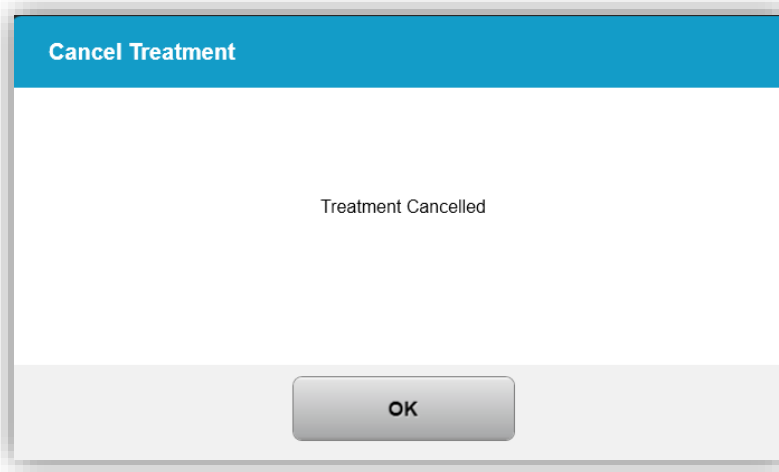

Figura 3-30. Confirmación de tratamiento cancelado (Treatment Cancelled Confirmation)
- Si se confirma la cancelación del tratamiento, aparecerá el mensaje “Tratamiento cancelado” (Treatment Cancelled) en la pantalla, tal como se muestra en la figura 3-30.